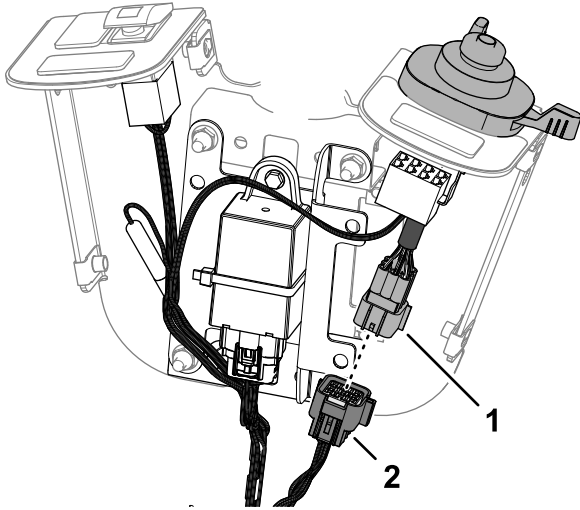

Figure 35
2. Branchez le connecteur à 9 broches du faisceau du commutateur multifonction sur le connecteur à 9 douilles du faisceau de la console (Figure 35).